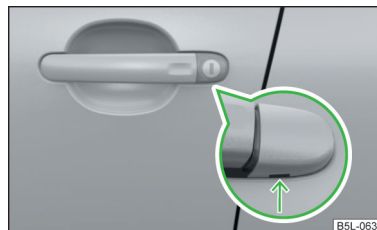

Fig. 186
- Introduceți cheia autovehiculului în fanta din partea de jos a capacului, în sensul săgeții, și rabatați în sus » fig. 186.